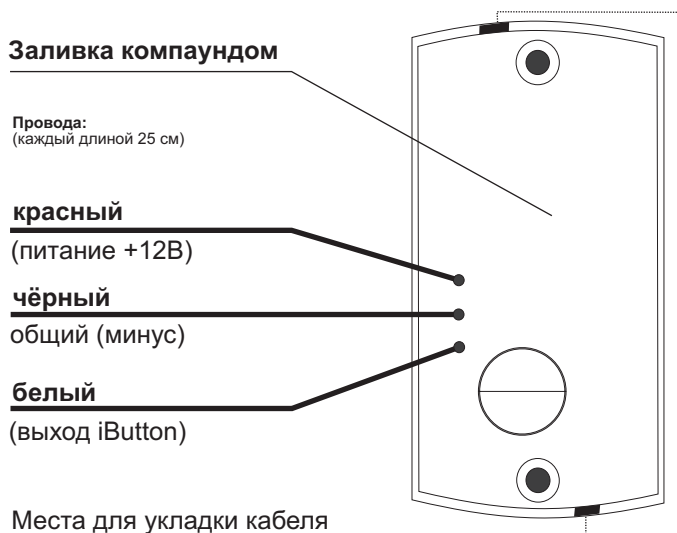

Рис. 3 Вид сзади
2. Присоедините провода **считывателя** в соответствии с рис.3.
3. В зависимости от того, в какую сторону прокладывается кабель подключения **считывателя**, удалите тонкую перемычку отверстия в корпусе и проложите в него кабель (см. рис. 3).